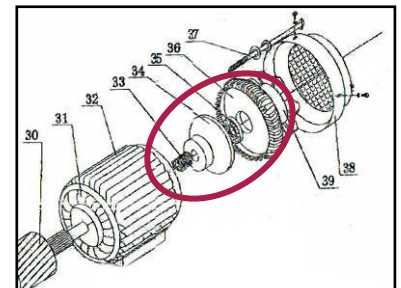

Figura 4 – Parti del freno di sicurezza.
- Il **freno di sicurezza**, per impedire la discesa improvvisa ed indesiderata del carico a motore fermo (vedere la Figura 4);